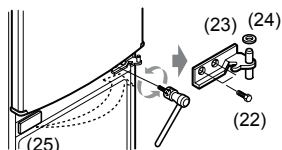
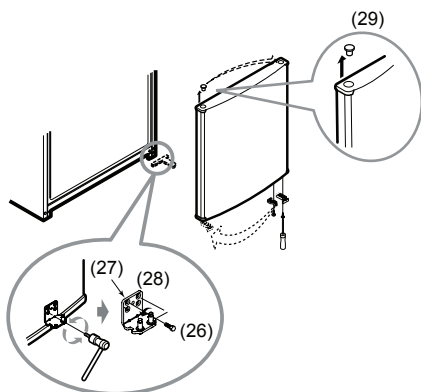

Рис. 7
Рис. 8
- Снимите центральную дверную петлю (23) рис. 7, открутив болты (22) рис. 7 шестигранником на 5мм;
- Заглушку (25) рис. 7 зафиксируйте с противоположной стороны холодильника;
- Снимите шайбу (24) рис. 7 с центральной петли (23) рис. 7. При последующей установке установите шайбу на верхний штырь петли;
- Снимите нижнюю дверную петлю (27) рис. 8, открутив винты (26) рис. 8 открутите стержень (28) рис. 8 и зафиксируйте его с противоположной стороны петли (27) рис. 8 используя ключ на 6 мм;
- Снимите заглушку (29) рис. 8 в верхней части двери морозильного отделения и установите с противоположной стороны;
- Установите нижнюю дверную петлю (27) рис. 8 морозильного отделения, далее дверь морозильного отделения, центральную дверную петлю (23) рис. 7 холодильного отделения, дверь холодильного отделения, верхнюю дверную петлю (19) рис. 6, подключите соединительный кабель (9) рис. 2, установите крышку (13) рис. 4 (11) рис. 3 и (7) рис. 2 в обратной последовательности.